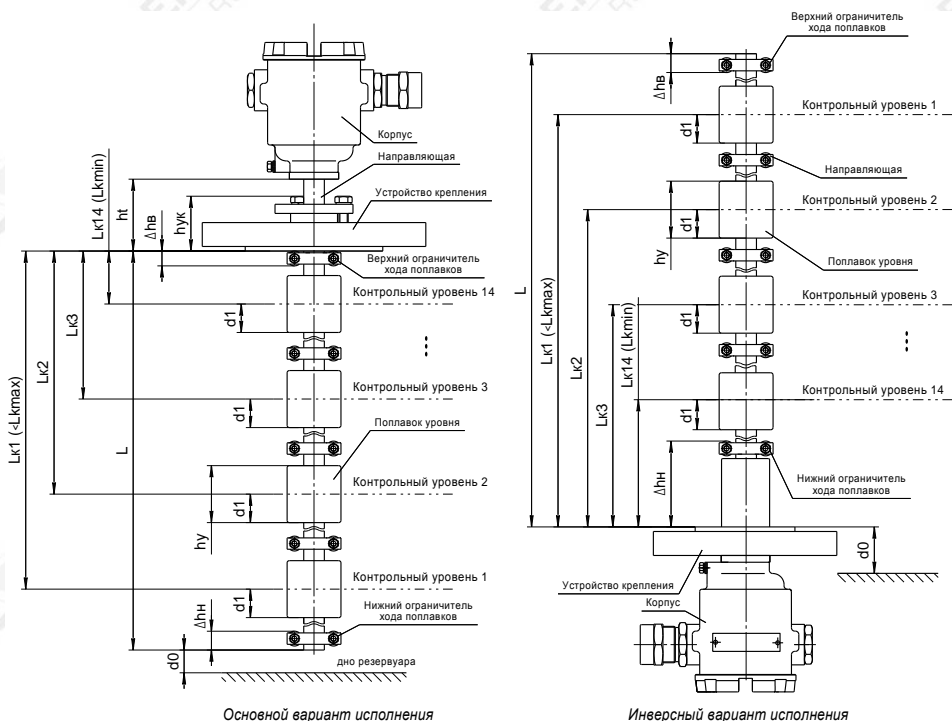

Рисунок 4
в) Вариант исполнения с инверсным датчиком уровня (исполнение **INV**). Данный вариант исполнения (рисунок 4) является инверсным по отношению к основному и предназначен для крепления на нижней стенке резервуара. Изготавливается с длиной направляющей от 100 до 2000 мм и только с фланцевыми нерегулируемыми устройствами крепления. Имеет перевернутую (инверсную) шкалу измерения, поплавки устанавливаются магнитом в сторону от корпуса преобразователя.
2.1.14 Величина контрольного уровня указывается при заказе, в обозначении ПМП как расстояние **Lk** от уплотнительной поверхности устройства крепления до уровня контролируемой среды, при котором должно происходить изменение состояния выхода ПМП (рисунок 4).